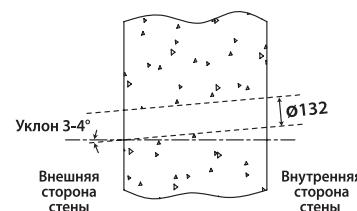

Рисунок 3
- Установите угол наклона коронки таким образом, чтобы отверстие имело уклон  $3-4^\circ$  вниз в сторону улицы, как показано на Рис.3, для того, чтобы осадки не смогли попадать с улицы внутрь помещения.